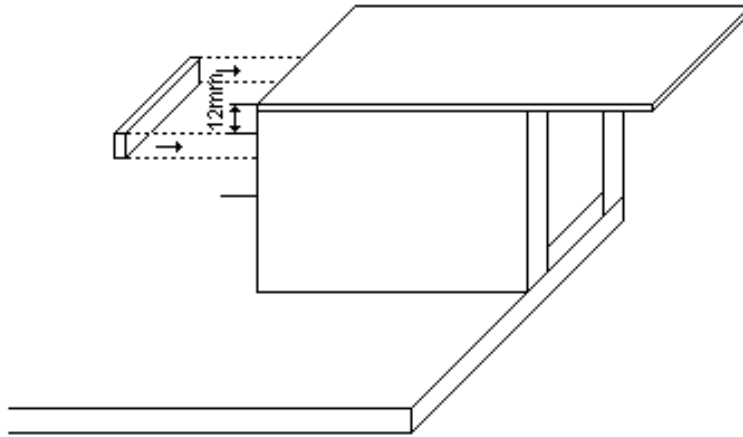

Figura 17
3.2.9. Tomar el listón de 70 x 10 x 5 mm obtenido en el punto 3.1.7, encolarlo y pegarlo en la posición indicada en la figura 17, justo a 12 mm de la parte superior del tablero del puente, de forma que el listón fijado a la parte inferior del tablero pasarela del puente se apoye sobre éste, quedando el tablero pasarela al nivel de la parte derecha.